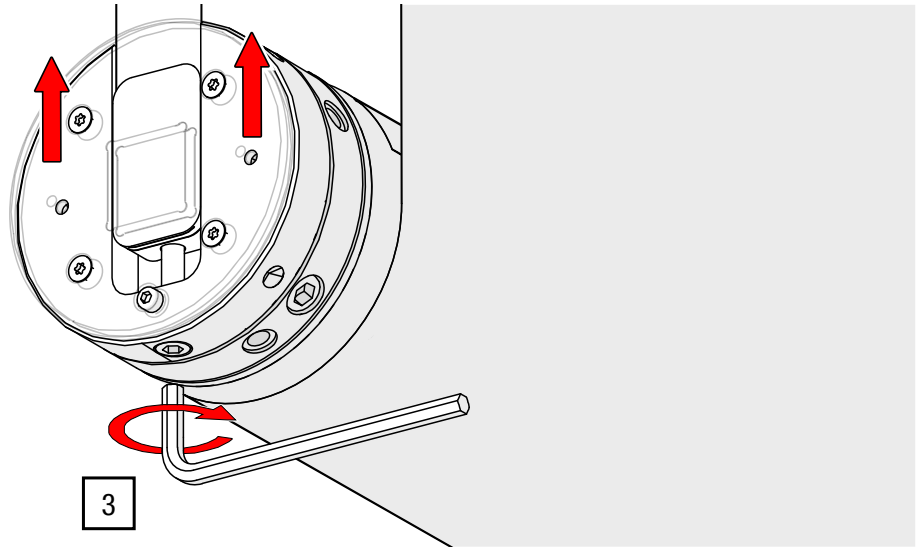

Abb. 35: Nivellierung einstellen – Wickelwelle nach oben justieren
3. Drehen Sie die Nivellierschraube mit einem Innensechskant SW 8 im Uhrzeigersinn (siehe Abb. 35).